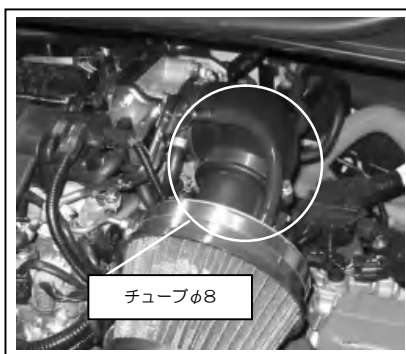

図9
- ⑦エアフロセンサカブラを接続します。
- ⑧ブローバイパイプへ付属のチューブφ8を接続し、アダプターの突起部分へ挿し込みます。(図9参照)
- ⑨コアを取り付けます。
- ⑩バッテリーを取り付けます。